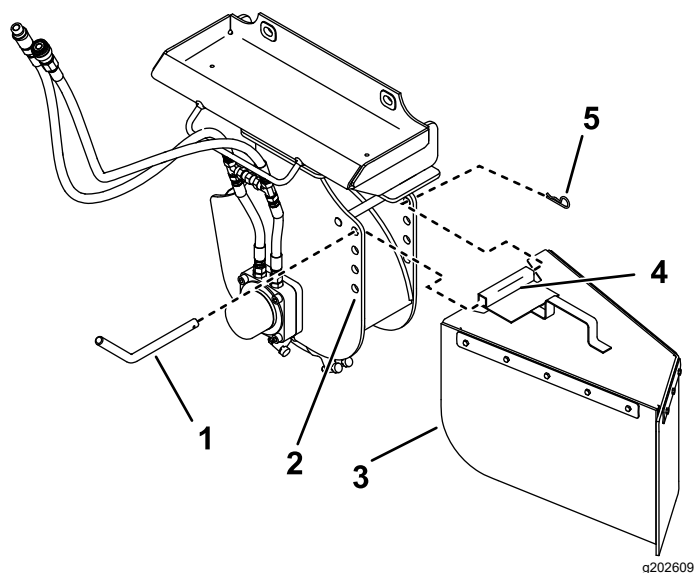

Figura 11
Maina de tocat cioturi are 4 seturi de orificii de montare pentru poziționarea protecției împotriva achiilor (Figura 11). Micăi protecția în sus (orificii superioare) când tocai aproape de sol i în jos (orificii inferioare) când tăiai cioturi înalte. Montați protecția împotriva achiilor după cum urmează:
1. Poziționați tubul de montare pe protecția dintre 2 orificii de pe maina de tocat (Figura 11).
2. Glisați tiftul protecției prin orificiile din maina de tocat i tubul de montare (Figura 11).
3. Fixați tiftul cu un tift în formă de agrafă (Figura 11).